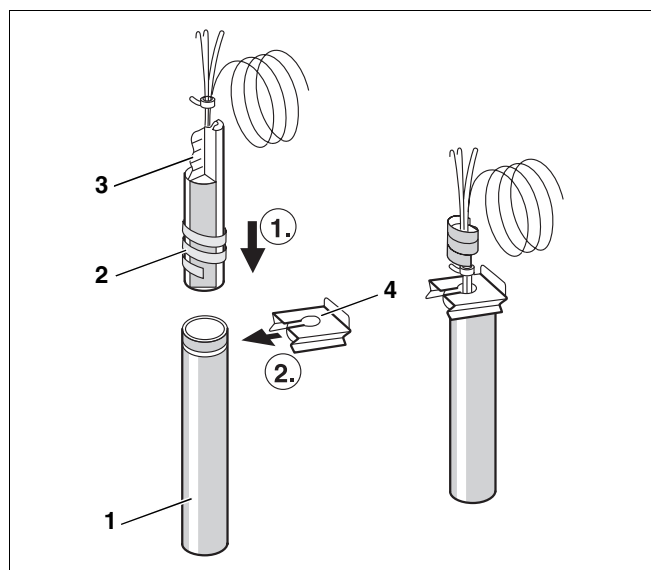

Fig. 4 Montage de la sonde (schéma de principe)
- La spirale en PVC (fig. 4, **pos. 2**) servant à maintenir les sondes se rétracte automatiquement au moment de l'insertion de la sonde. Pour assurer le contact entre le doigt de gant (fig. 4, **pos. 1**) et les surfaces de la sonde et, par conséquent, garantir le transfert de température, le ressort compensateur (fig. 4, **pos. 3**) doit être inséré entre les sondes.
- Enfoncer l'arrêt de sécurité par le côté ou par le haut sur la partie supérieure du doigt de gant (fig. 4).